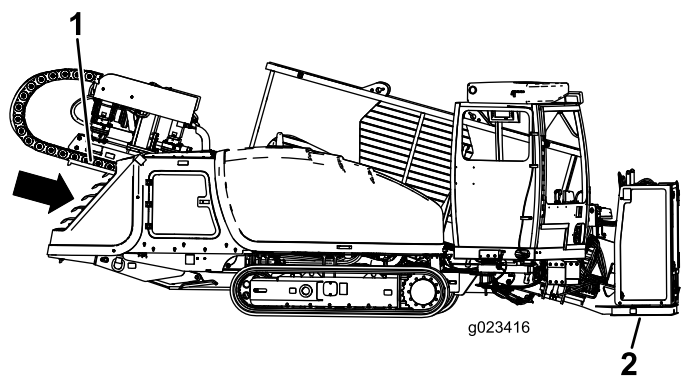

Figure 42
- Abaissez le cadre de poussée en inclinant le cadre de la foreuse jusqu'à ce que la plaque touche le sol (Figure 42).